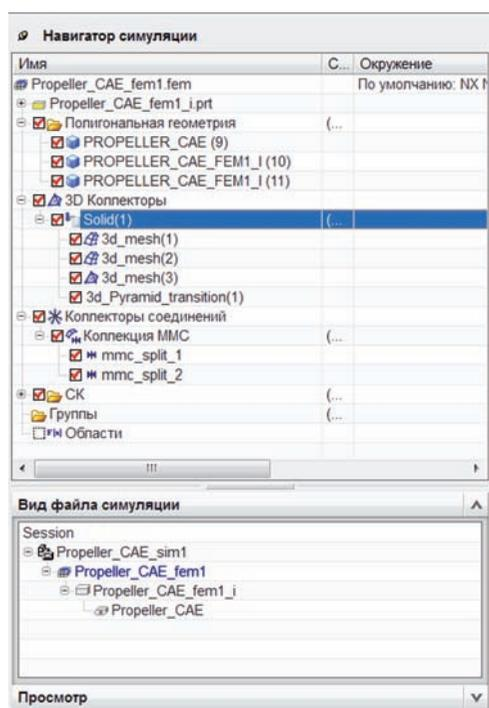

Рисунок 8.25
3.4. Обратите внимание, что в окне **Навигатор симуляции (Simulation Navigator)** в дереве модели (раскройте все контейнеры), помимо указаний на используемые тела (контейнер **Полигональная геометрия/Polygon Geometry**), появился 3D коллектор *Solid (1)*, который является таблицей физических свойств. В свою очередь, он имеет два набора гексаэдральных элементов (*3d_mesh(1)* и *3d_mesh(2)*), набор тетраэдральных элементов (*3d_mesh(3)*) и набор переходных пирамидальных элементов (*3d_Pyramid_transition(1)*). Также модель содержит коллектор соединений **Коллекция MMC (MMC Collector)**, что соответствует условиям сопряжения сетки (рис. 8.25).